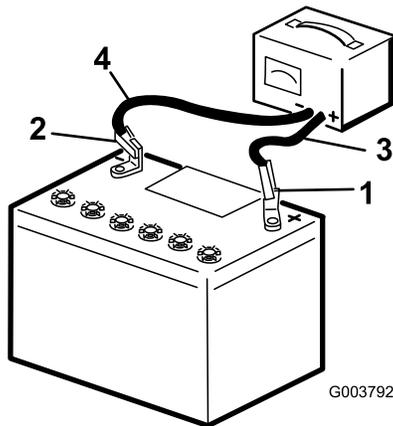

Figure 64
- Chargez la batterie pendant 4 à 8 heures à un régime de 3 à 4 A (Figure 64). Ne chargez pas la batterie excessivement.
- Quand la batterie est chargée au maximum, débranchez le chargeur de la prise, puis débranchez les fils du chargeur des bornes de la batterie (Figure 64).